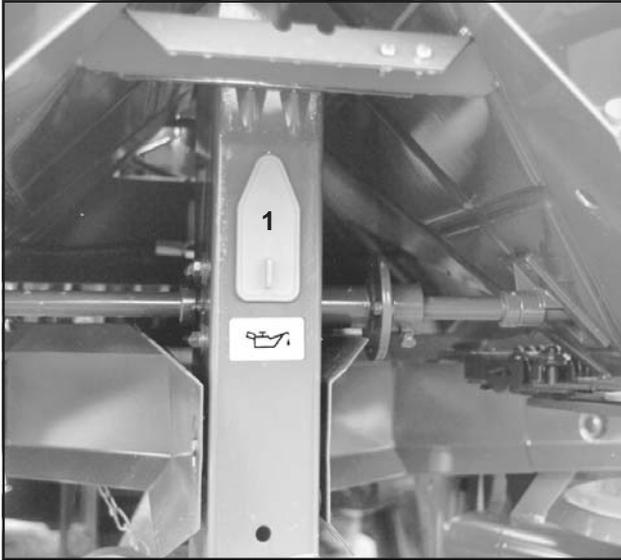

Fig. 9.1
- 2 Nettoyez et graissez l' arbre d'agitation et la chaîne d'entraînement (fig. 9.1/1).